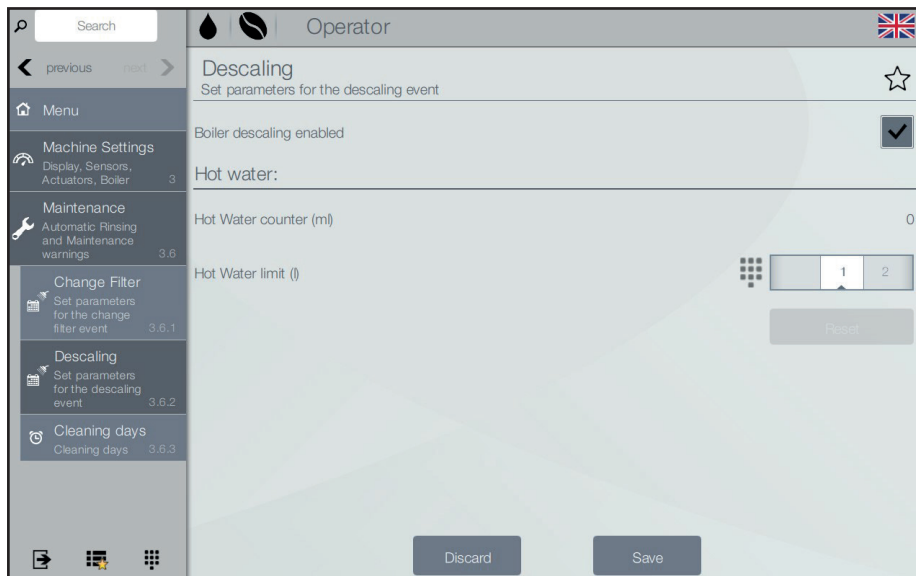

Fig. 6.13- Desincrustación
- Activar la función de desincrustación, si se prefiere una desincrustación de la caldera y de otros aparatos a intervalos regulares (fig. 6.13).